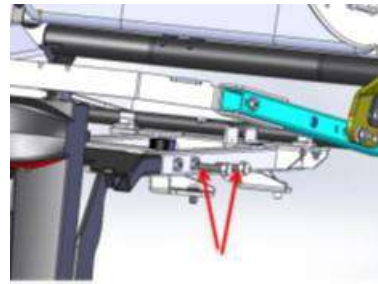

Figura 5-155
- Use el artículo E para unir el soporte con la estructura. Hay cuatro juegos de tornillos y tuercas. Dos juegos para cada lado. (Figura 5-155)